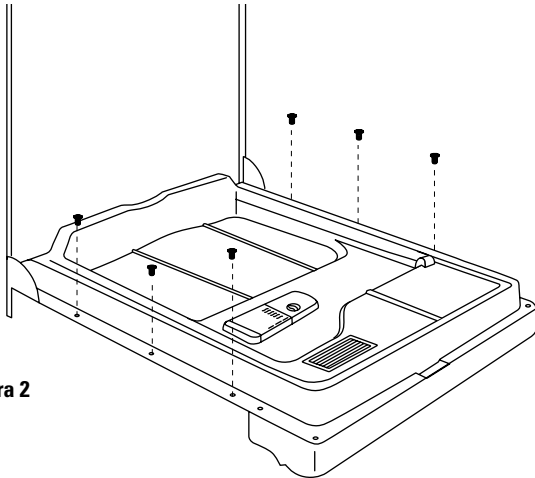

Figura 2
- Saque los 6 tornillos Phillips de los costados de la puerta (Figura 2) mientras sujeta la puerta interior al panel exterior. Conserve los tornillos.